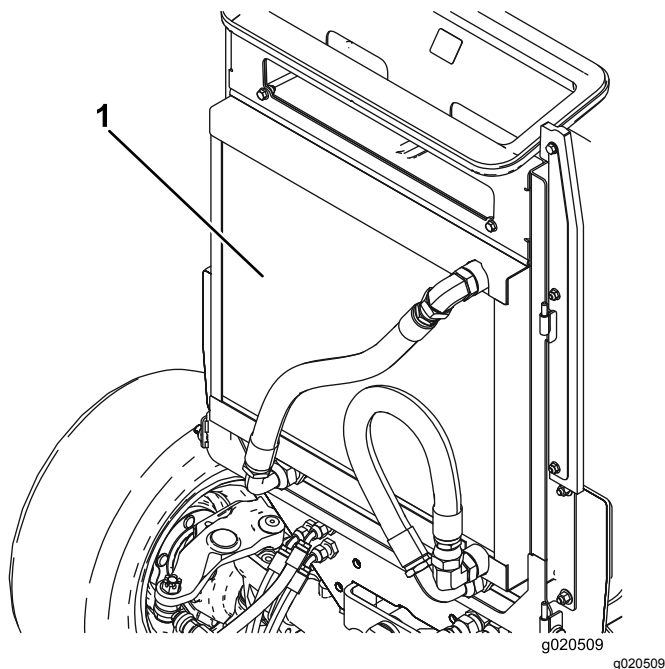

図 65
3. オイルクーラとラジエーターの裏表を圧縮空気で丁寧に清掃する 図 65。